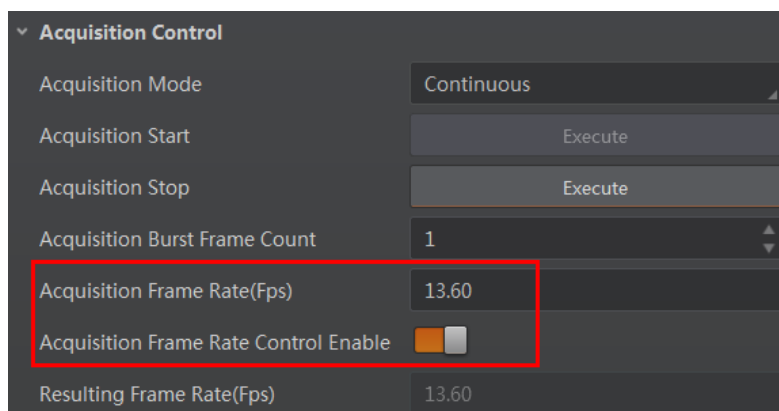

图5-2 帧率设置
- 帧率设置：找到 *Acquisition Control* 属性下的 *Acquisition Frame Rate* 参数，设置帧率值，并开启 *Acquisition Frame Rate Control Enable* 参数，即使能帧率控制，如图 5-2 所示。